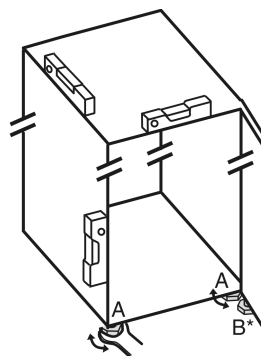

Fig. 27
- ▶ Odvrnite podesive nožice Fig. 27 (A) priloženim viličastim ključem i libelom prema van dok uređaj ne stoji čvrsto i ravno.
- ▶ Odvijte podesivu nožicu Fig. 27 (B) na podlošku ležaja priloženim viličastim ključem dok se ne podupre o pod.
- ▶ Okrenite podesivu nožicu Fig. 27 (B) dalje za najviše 90° kako biste izbjegli oštećenje vrata.